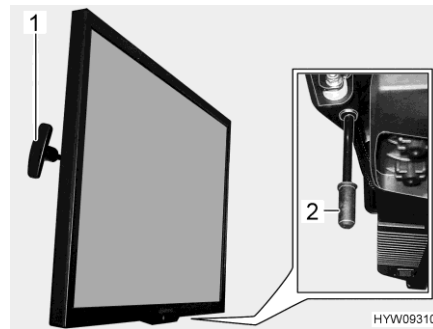

Fig. 61 Schermo piatto
- Tirare la maniglia (Fig. 61,1) e tenerla in posizione. Lo schermo piatto è sbloccato.
- Tirare la maniglia (Fig. 61,2) verso il basso e tenerla in posizione. Lo schermo piatto è sbloccato.